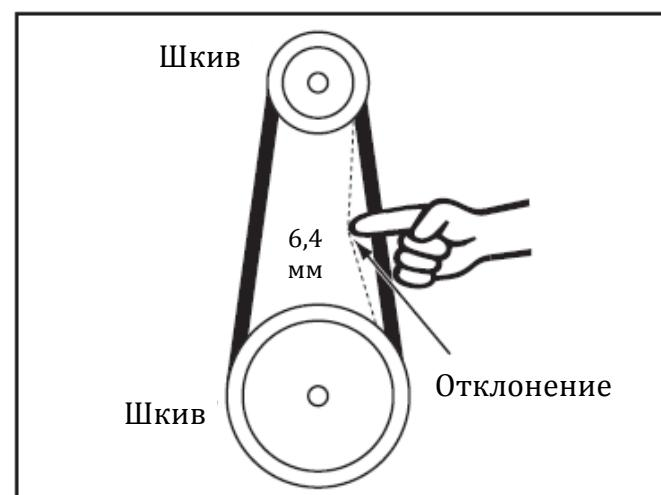

Рис. 86. Проверка натяжения ремня
5. Нажать ремень по центру для проверки его натяжения. При правильном натяжении провис его должен быть примерно 6,4 мм при среднем усилии, как показано на рис. 86.